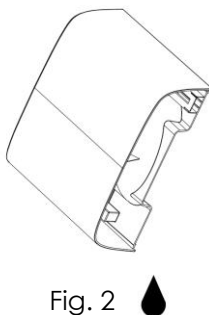

Fig. 2
2. Elimine a água do depósito. (Fig. 2)